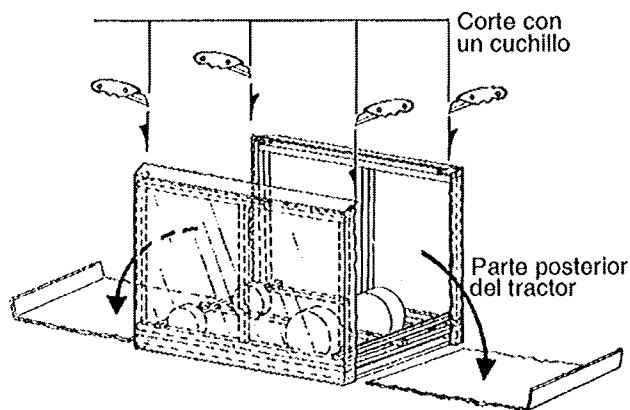

FIGURA 1
- Con un martillo, quite las tres (3) tiras delgadas de madera de los dos (2) largueros del chasis superior. Retire cualesquier clavos/pasadores de seguridad que estén al descubierto en los largueros.
- Doble el cartón hacia abajo cortando los extremos con un cuchillo. Vea la Figura 1. Para no estropear los neumáticos, realice el corte lo más cerca posible de las esquinas.